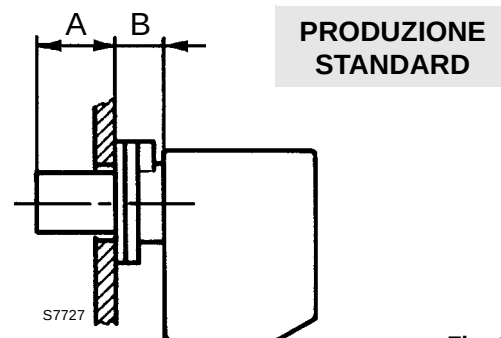

Fig. 1
- aumentare la distanza B (Fig. 1), quando eventuali sporgenze della caldaia lo richiedano;